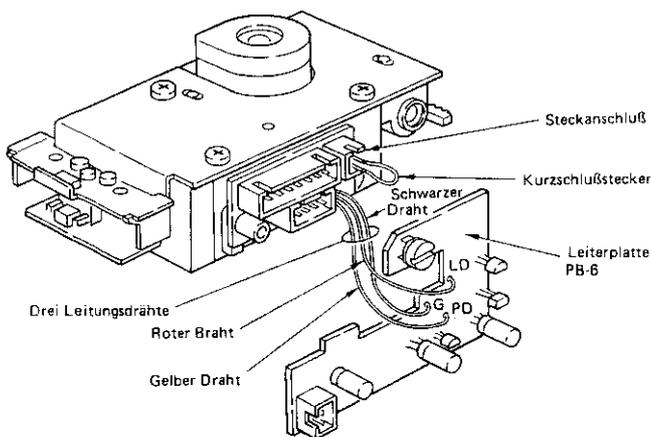

Abb. 7
- 10) Den neben dem Tonabnehmer im Reparatursatz enthaltenen Kurzschlußstecker anschließen (Abb. 7).